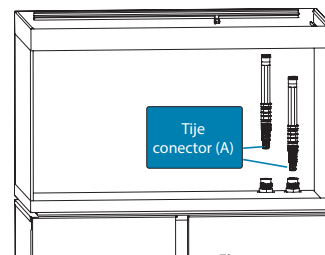

Fig. 2
2. Glisați complet tija conectorului (A) prin orificiul (O) până când se oprește (Fig. 2).
2. Glisați complet a doua tijă a conectorului (A) prin orificiul (I) până când se oprește (Fig. 2).